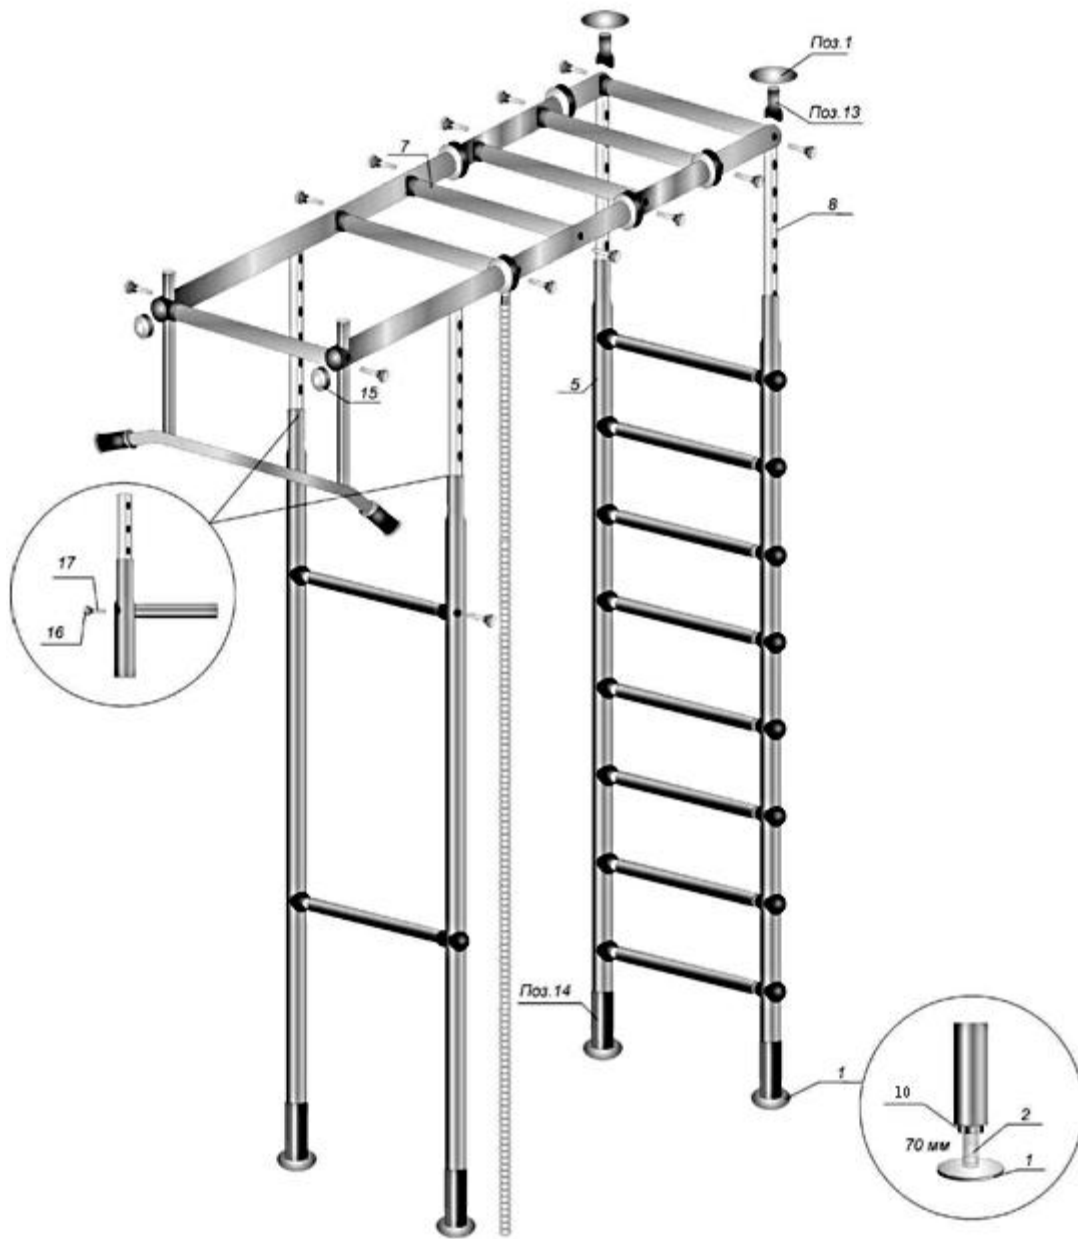

Рис.6
контакта верхних опор **поз.1** с потолком, затем плавно опустить до первого совпадения отверстий на верхних стойках, **поз. 5** и распорных труб (зазор между верхними упорами и потолком не должен превышать 50 мм). Для временной фиксации собранной конструкции в верхние совмещенные отверстия вставить четыре болта М8. Рисунок 6.
- 6.3.1. Вертикальность установки лестницы КОМПЛЕКСА относительно пола, определяется с помощью уровня при отклонении лестницы КОМПЛЕКСА от вертикали освободить болт М16, поз. 14, Рисунок 6, для обеспечения вертикальности стоек (контролировать по уровню) окончательно закрепить стойки КОМПЛЕКСА между полом и потолком с помощью болтов М16;
- 6.3.2. Правильность установки болтов определяется размером между нижней опорой и нижней стойкой, который составляет не более 70 мм, Рисунок 6;